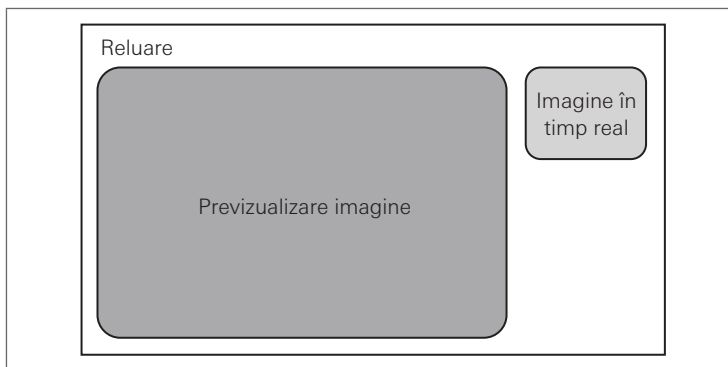

Figura 5.57
- Dacă apăsați butonul [Afișare], imaginea afișată în mod curent pe ecranul tactil este afișată și pe monitor. (Figura 5.57)